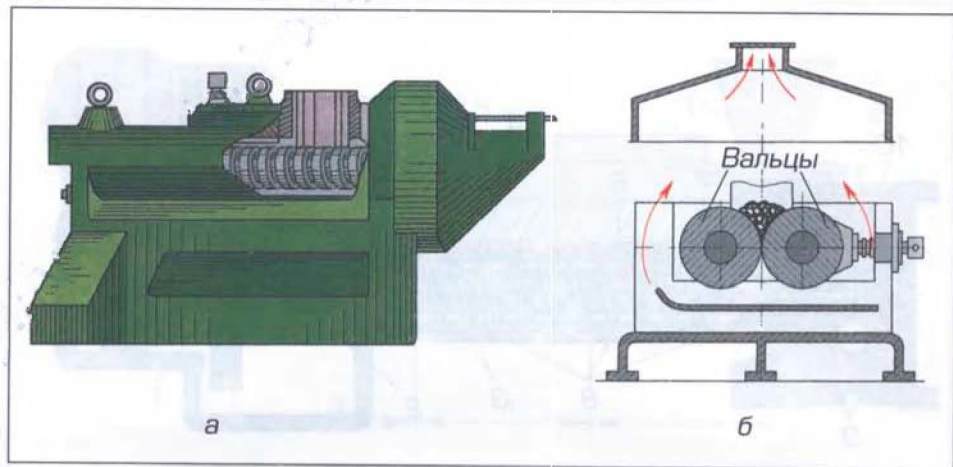

Рис. 120. Машины для соединения полимера с ингредиентами:
**1. Смешение** полимера с ингредиентами в специальных **смесителях**, или **экструдерах** (рис. 120, а).
женные горизонтально и вращающиеся навстречу друг другу с различной окружной скоростью (рис. 120, б). Соединяемые материалы после многократного пропуска через зазор между вальцами **деформируются, разогреваются и интенсивно перемешиваются.**